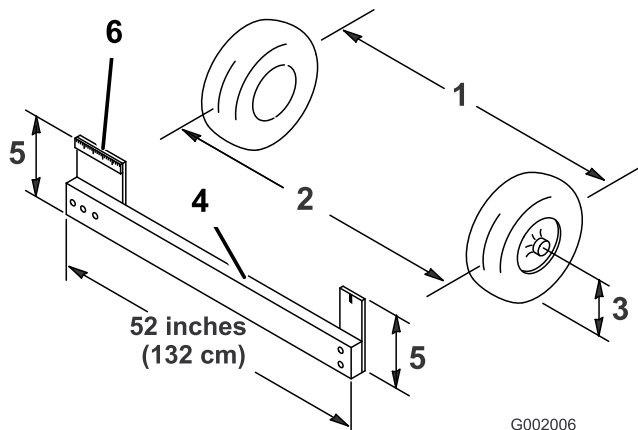

Figure 58
4. Mesurez la distance entre les roues avant à hauteur d'essieu, à l'avant et à l'arrière des roues (Figure 58). Un gabarit ou un compas à verges est nécessaire pour mesurer l'arrière des roues avant à hauteur
d'essieu. Utilisez le même gabarit ou outil pour mesurer précisément l'avant des roues avant à hauteur d'essieu (Figure 58).